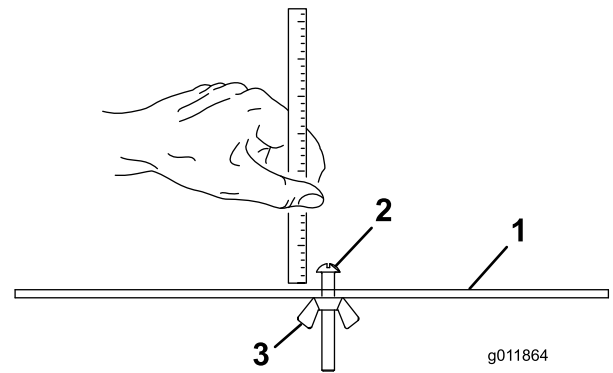

Bild 15
2. Lösen Sie die Mutter an der Messleiste (**Bild 15**) und stellen die Stellschraube auf die gewünschte Schnitthöhe ein.